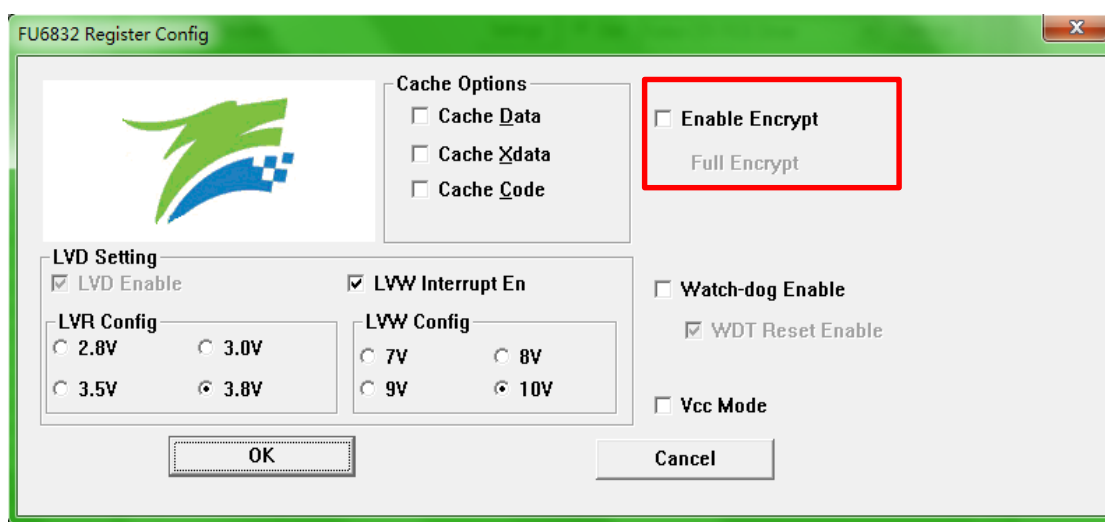

图 34-2 代码保护全保护模式
2. 按照图 34-2 所示进行选择并设置，点击 **OK**。然后编译工程并下载，得到 **BIN** 文件并烧录到 **Flash** 后即可达到代码保护的效果。